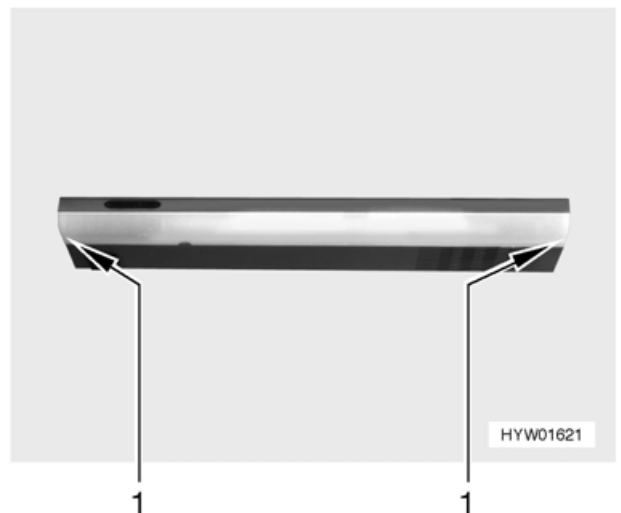

Bild 116 Kochstellenleuchte
- Am Leuchtenglas (Bild 116,1) ziehen. Mit dem Herausziehen immer ganz links oder ganz rechts beginnen.